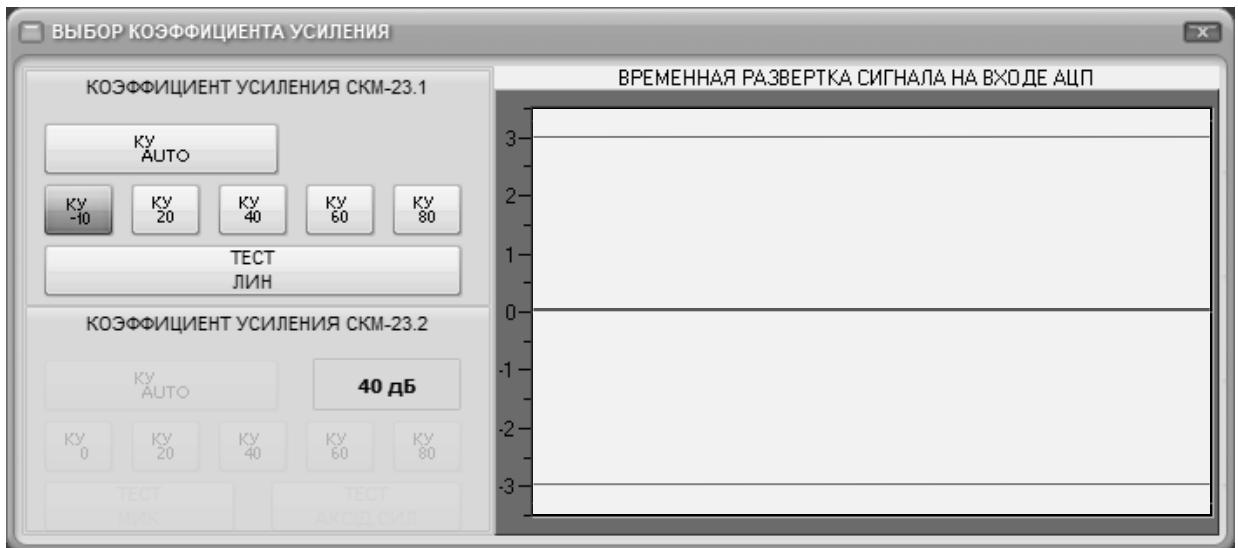

Рисунок 12 – Общий вид экранной формы «ВЫБОР КОЭФФИЦИЕНТА УСИЛЕНИЯ»
преобразователя (АЦП) (см. п. 4 настоящего руководства). Вид данной экранной формы приведен на рис. 12.
«КУ 80» блокируются (см. рис. 12). Между запуском процесса измерения и его фактическим началом в ходе паузы в несколько секунд выполняется процедура автоматического подбора коэффициента усиления. Значение коэффициента усиления, полученное в результате автоматического подбора, отображается в специальном поле рядом с кнопкой «  ».
10.9.4 Если кнопка «  » отжата, то коэффициент усиления выбирается в ручном режиме, при этом кнопки задания фиксированного значения коэффициента усиления «КУ -10» «КУ 80» активируются (см. рис. 12). Они соответствуют значениям -10 дБ, 20 дБ, 40 дБ, 60 дБ и 80 дБ для блока СКМ-23.1 и значениям 0 дБ, 20 дБ, 40 дБ, 60 дБ и 80 дБ для блоков СКМ-23.2 и СКМ-23.2Р. При нажатии любой из этих кнопок будет назначен фиксированный коэффициент усиления и измерение будет начинаться с малой задержкой (порядка одной секунды).
10.9.5 Для исключения некорректных измерений при задании коэффициента усиления в ручном режиме рекомендуется использовать кнопки «ТЕСТ ЛИН», «ТЕСТ МИК», «ТЕСТ АКС/Д СИЛ», которые позволяют визуально оценивать характер анализируемых сигналов по их осциллограмме, выводимой в окне временной развертки сигналов (см. рис. 12). Задавая значения коэффициентов усиления, оператор должен добиться, чтобы отображаемый сигнал с одной стороны имел максимальную амплитуду, а с другой стороны не превосходил диапазон $-3В \dots 3В$, обозначенный горизонтальными линиями на экране временной развертки. Тестовые кнопки также можно использовать и при автоматическом выборе коэффициента усиления для того, чтобы удостовериться в правильном автоматическом выборе коэффициента усиления.